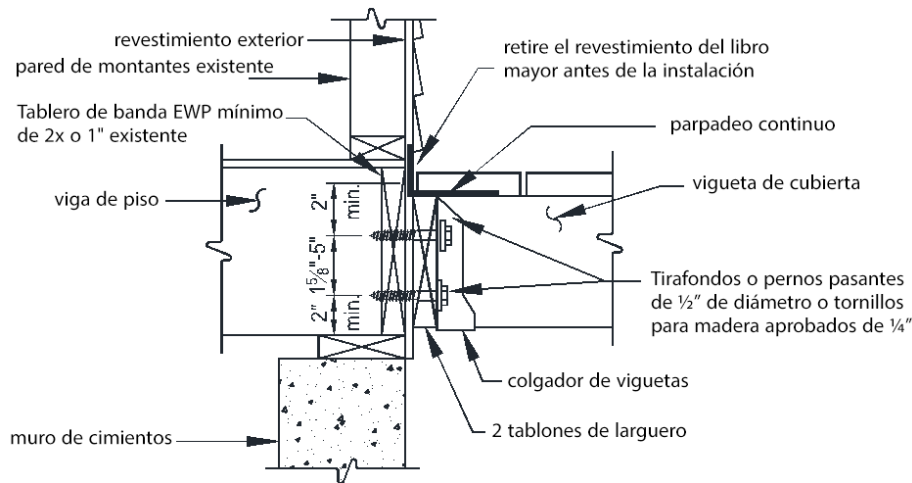

FIGURA 22: CONEXIÓN DE TABLÓN DE LARGUERO A TABLÓN DE LA BANDA
- Se requiere un tapajuntas continuo FIGURA 22, como se muestra en , en el tablón de larguero cuando se fija a una construcción con estructura de madera.